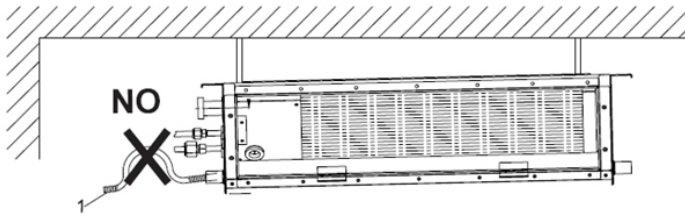

fig. 13
- Garantire una minima inclinazione, verso il lato di deflusso per evitare ristagni di acqua nella bacinella, vedi Fig. 13.